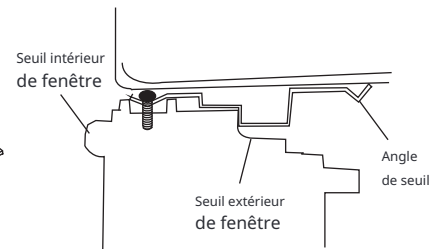

Fig.12
2. Placez l'armoire dans la fenêtre avec l'angle du rebord inférieur fermement assis sur le rebord de la fenêtre comme indiqué. Abaissez temporairement la fenêtre derrière l'angle supérieur pour maintenir l'armoire en place (Fig.12).